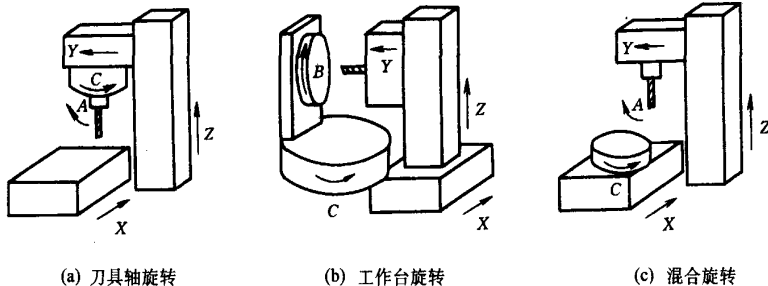

图 1 五轴联动的结构顺序
表 1 中 (1)、(2)、(3) 的两个旋转轴 (台) 的上下关系即为实际结构中的上下顺序,如图 1 所示。